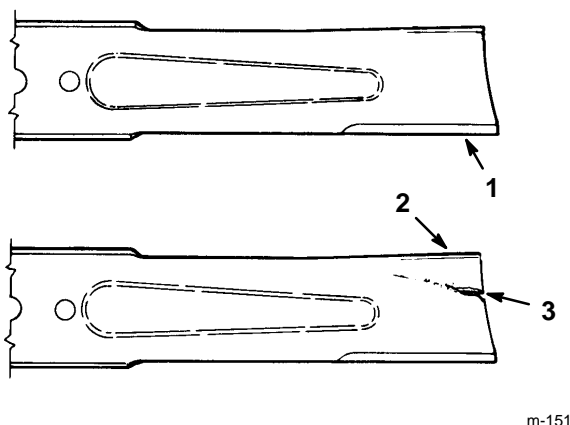

Figure 13
1. Inspecter les arêtes de coupe (Fig 13). Si elles ne sont pas tranchantes ou si elles présentent des traces de coups, déposer les lames et les aiguiser, voir Aiguisage des lames, page 14.
2. Inspecter les lames, surtout à l'endroit de l'incurvation (Fig. 13). Si une lame semble endommagée ou usée ou s'il s'y forme une entaille (Fig. 13, no 3), la remplacer immédiatement.